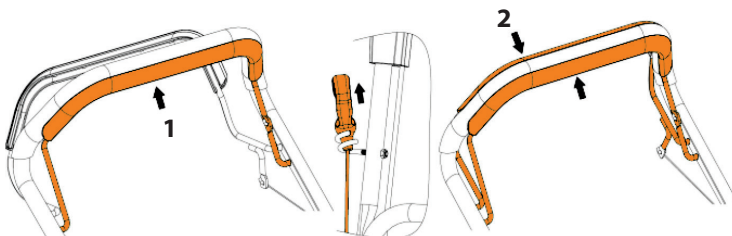

Рис. 8
7. Нажмите и удерживайте скобу включения двигателя **1** (Рис. 8).
8. Потяните рукоятку стартера до момента появления сопротивления, затем вытяните тросик на полную длину быстрым движением, двигатель должен запуститься. (Рис. 8)